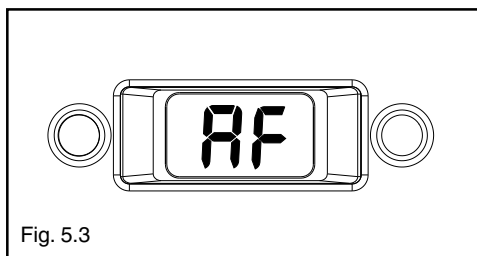

Fig. 5.3
- **Antigelo riscaldamento:** quando la temperatura dell’acqua di caldaia scende al di sotto dei valori di sicurezza si attivano il circolatore e il bruciatore alla minima potenza per riportare la temperatura dell’acqua a valori di sicurezza. Il visualizzatore digit indicherà “AF” (fig. 5.3).